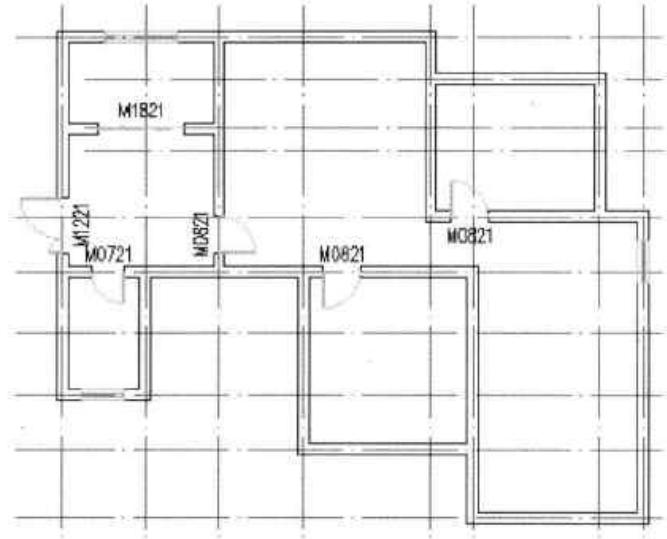

图16-80 插入卫生间窗图块
**Step 16** 打开“窗”对话框，将“窗宽”设为 900，将“窗高”设为 1200，将“窗台高”设为 1000，并将其插入到墙体合适位置，如图 16-80 所示。